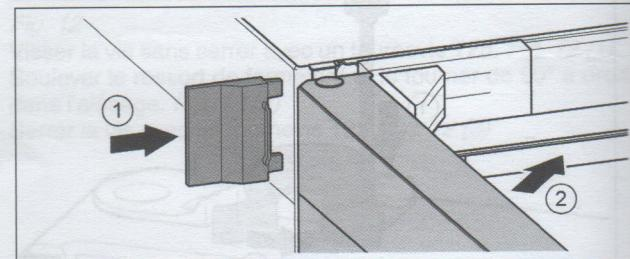

Fig. 19
- ▶ Enfiler le cache extérieur. Fig. 19 (1)
- ▶ Fermer la porte supérieure. Fig. 19 (2)